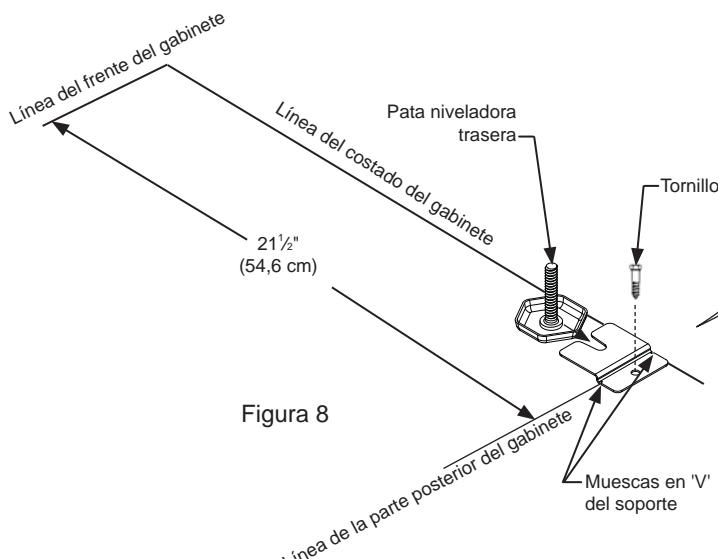

Figura 8
3) Asegúrese de que el refrigerador esté en la ubicación deseada, y luego marque en el piso la esquina trasera del gabinete en la que se va a instalar el soporte antivuelco. Si la instalación no permite la marcación de la esquina trasera del gabinete, haga líneas provisorias en el piso que marquen la esquina delantera del gabinete, excluida la gaveta. Deslice el refrigerador fuera de su posición. Desde la línea provisoria, extienda la línea de la pared lateral hacia atrás $21 \frac{1}{2}$ " (54,6 cm), como se muestra en la Figura 8.
5) Sujete el soporte antivuelco al piso mediante el tornillo suministrado (vea la Figura 8).